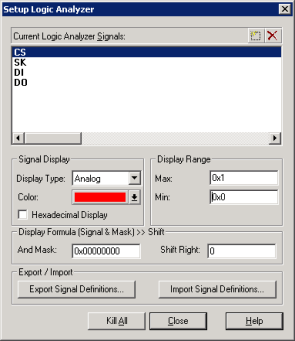
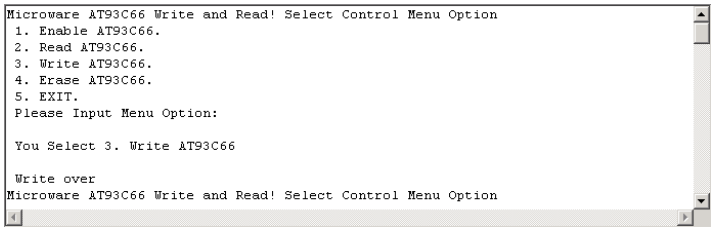

图 34-13 输入仿真信号
图 34-14 仿真结果
- (1) 在 Keil μ Vision3 集成开发环境中,选择“Debug”→“Start/Stop Debug Session”命令,进入仿真分析模式。
- (2) 选择“View”→“Serial Window”→“UART #0”命令,打开串口仿真接口。
- (3) 选择“View”→“Logic Analyzer Window”命令,打开波形仿真界面。
- (4) 单击“Setup”按钮,打开“Setup Logic Analyzer”对话框,在其中输入待仿真的信号 CS、SK、DI 和 DO,如图 34-13 所示。
(5) 选择 “Debug” → “Go” 命令，开始执行仿真。
(6) 此时，在串行仿真接口中便输出读写 AT93C66 的控制菜单。这里输入 “3”，即选择写 AT93C66。程序便执行写操作，如图 34-14 所示。